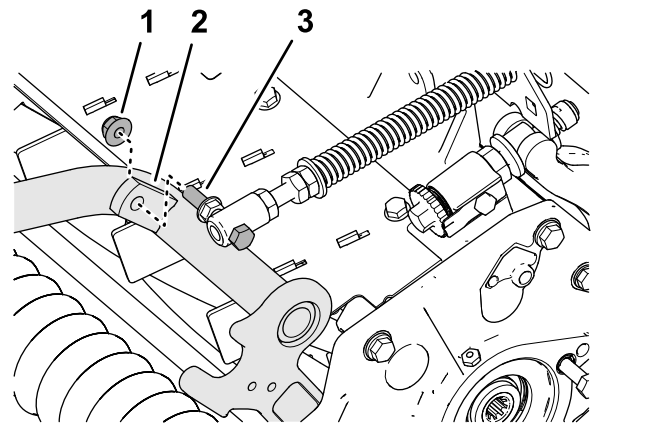

Figure 20
4. Fixez le ressort de compensation sur la patte droite du bâti porteur (Figure 20) avec le contre-écrou à embase ($\frac{3}{8}$ po).